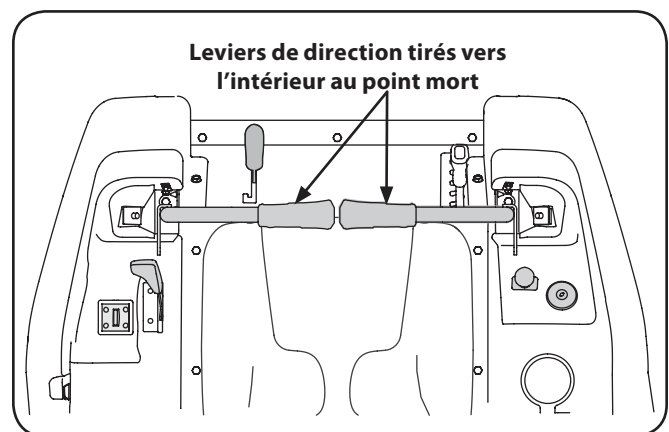

Figure 5-2
- Tirez les leviers de direction droit et gauche vers l'intérieur, au point mort. Voir la Figure 5-2.